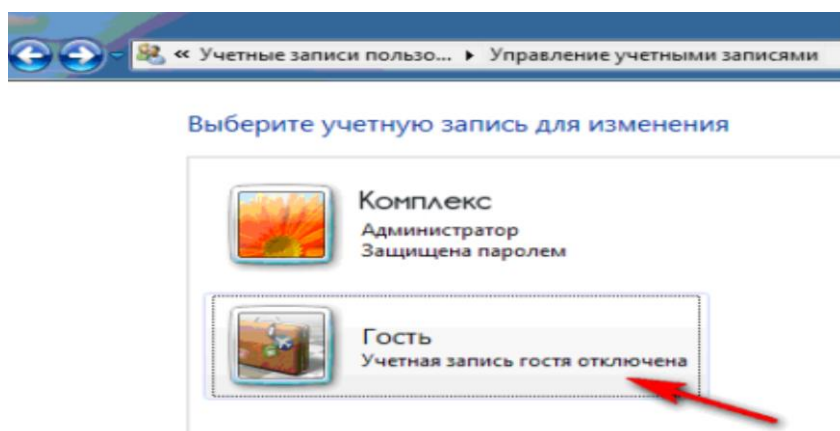

Рисунок 11.
2.3.1.3 В списке «Выберите учетную запись для изменения» выбрать учетную запись «Гость» (см. рисунок 11).